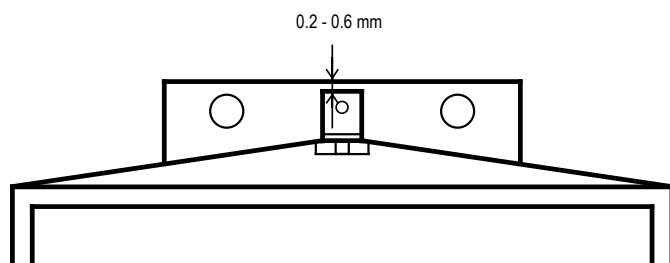

Fig. 5
- Compruebe la posición cero del eje, vea Fig. 5.